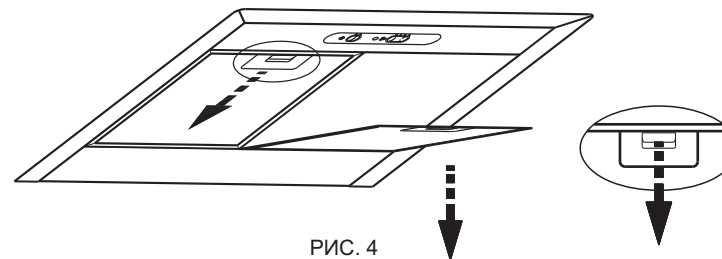

РИС. 4
- перед установкой зонта снимите алюминиевый фильтр (фильтры), для этого нажмите на пружинный замок на фильтре и потяните его вниз и на себя (рис. 4);